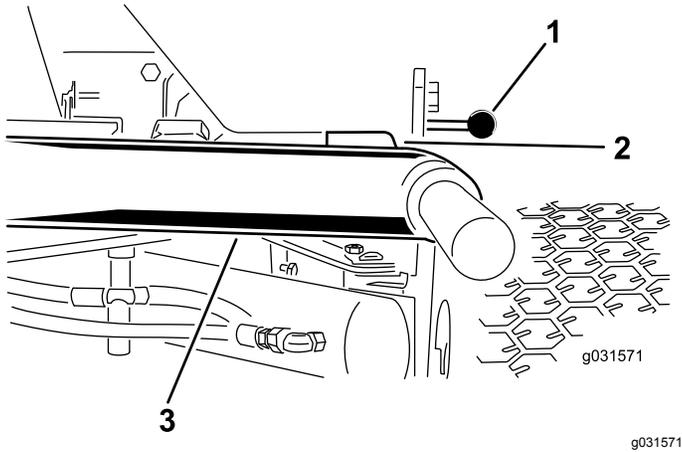

Figure 11
1. Démarrez le moteur, élevez les plateaux de coupe et vérifiez qu'un espace de 5 à 8 mm sépare chaque bras de levage et le support de la plaque de plancher, comme montré à la Figure 11.